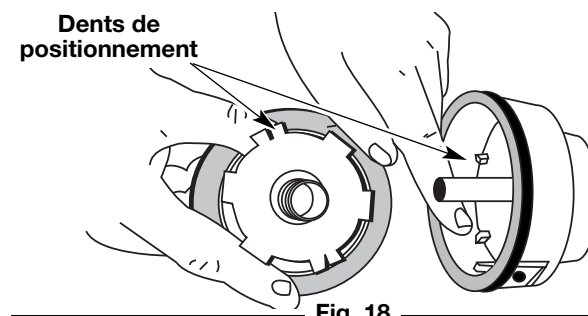

Fig. 18
5. Vérifiez l'état d'usure des dents de positionnement sur le moulinet intérieur et la bobine extérieure (Fig. 18). Enlevez les ébarbures ou remplacez le moulinet et la bobine au besoin.